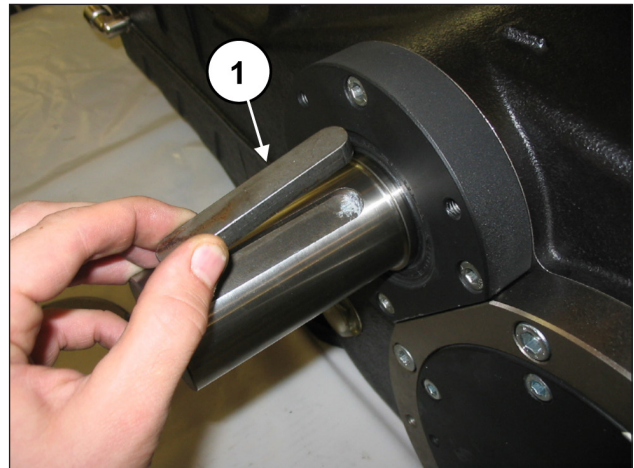

Abb. 105
Setzen Sie die Passfeder auf die Zapfwelle ein (Pos. ①, Abb. 105).